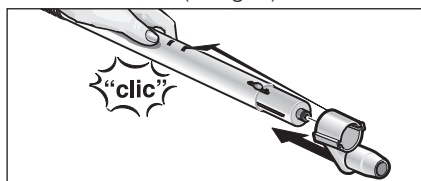

Fig. 4: Sette på festekroken
- Skyv festekroken (G4) inn på det nederste forlengerrøret til det klikker på plass i låsemekanismen (se fig. 4).